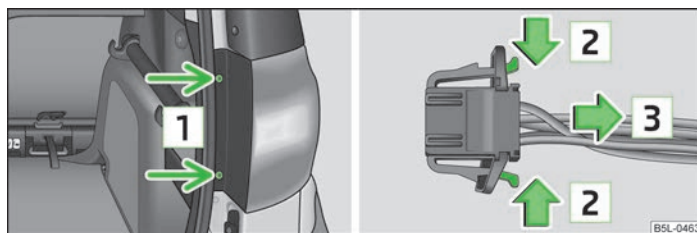

Fig. 171 Desmontar la luz posterior/separar el conector
- Desenroscar la lámpara con la llave Torx de la herramienta de abordo. El lado más corto de la llave sirve para aflojar los tornillos [1] » fig. 171, y el lado más largo para desenroscar completamente.
- Presionando las pestañas de enclavamiento en la dirección de la flecha [2] » fig. 171 y tirando en dirección de la flecha [3], separar el conector.
- Atornillar la lámpara con los tornillos [1] » fig. 171.